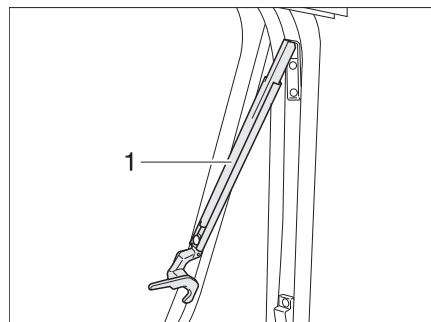

Bild 42 Överkantshängt fönster med automatik-spärrar, öppet
- Öppna det överkantshängda fönstret till önskat läge. Automatik-spärren (Bild 42,1) hakar fast automatiskt.